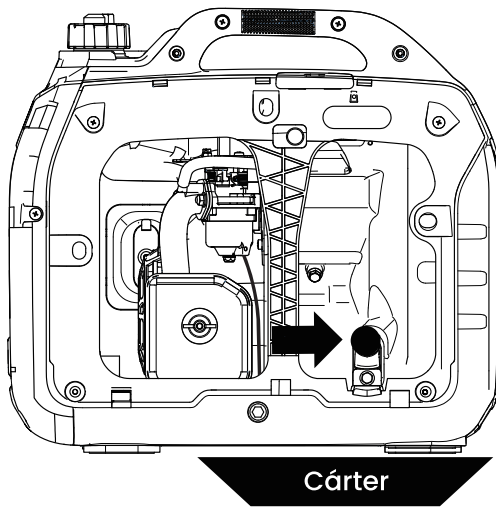

Figura 12: Coloque el cárter de aceite debajo del tapón de relleno/drenaje de aceite.
4. Ponga el cárter de aceite (o recipiente adecuado) debajo del tapón de relleno/drenaje de aceite (vea la Figura 12).